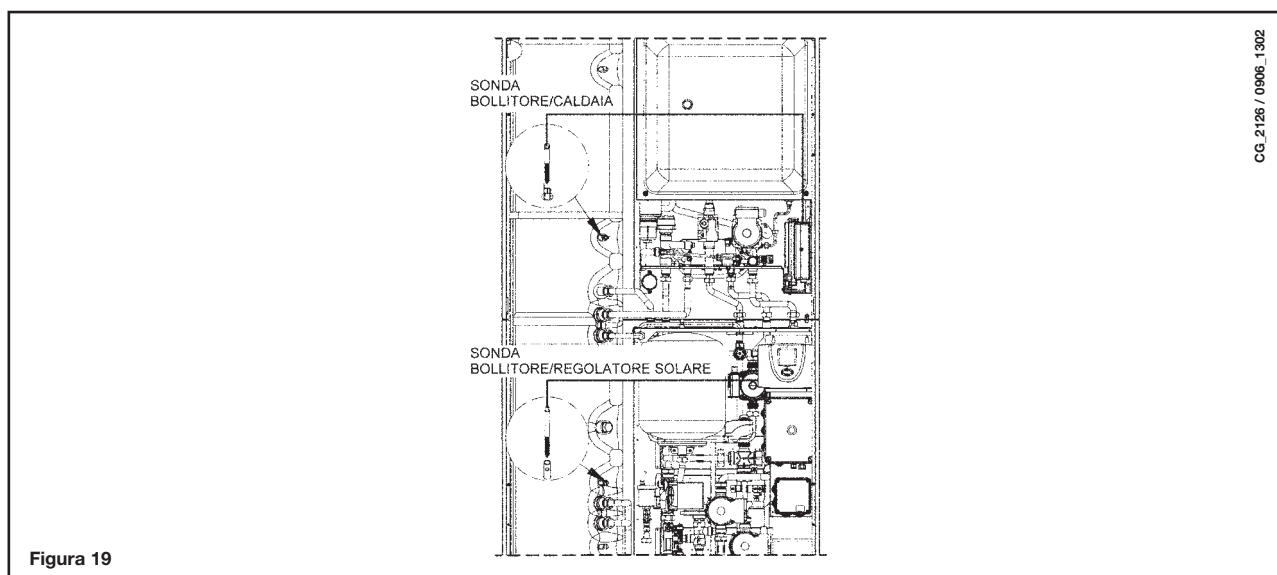

Figura 19
- La sonda bollitore fornita già cablata al regolatore solare deve essere alloggiata nel relativo pozzetto presente nel bollitore e successivamente bloccata con fascetta stringi-cavo (vedi figura 19).